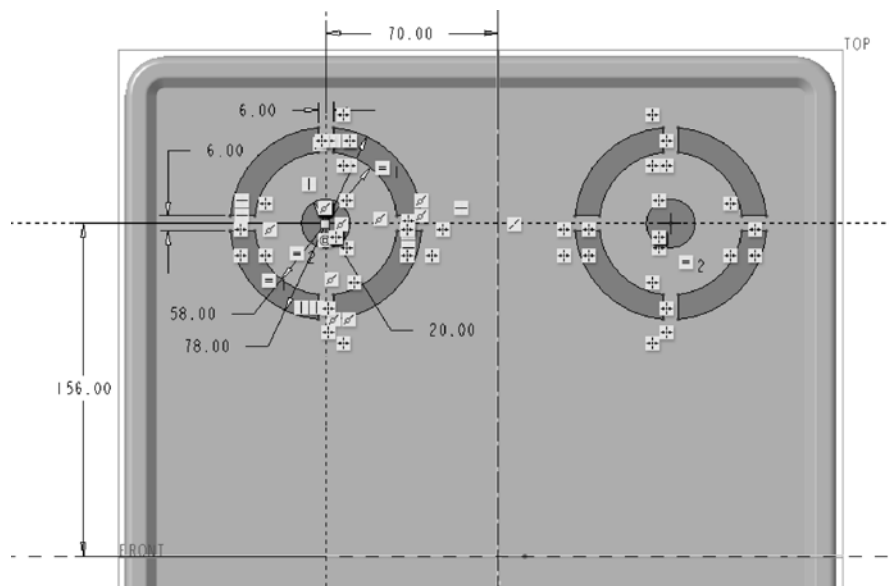

图 6-126 绘制剖面
(3) 绘制图 6-126 所示的剖面，单击 (确定) 按钮。